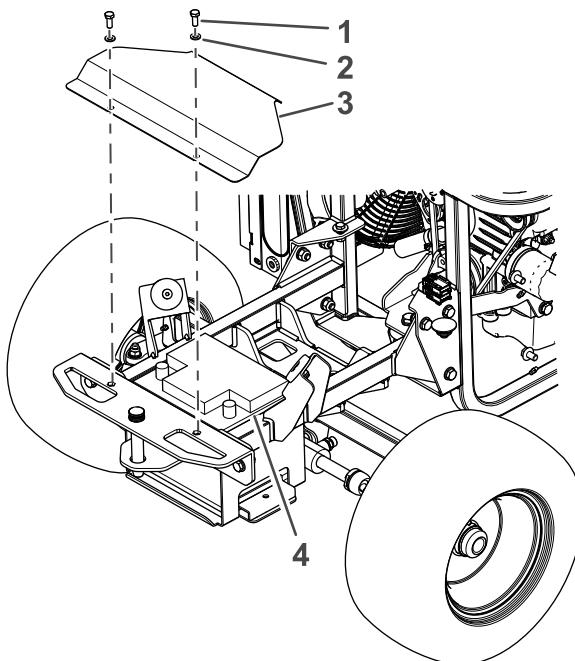

Figura 62
5. Retire los 2 pernos y las arandelas de la cubierta de la batería (Figura 62).
6. Retire la cubierta de la batería (Figura 62).